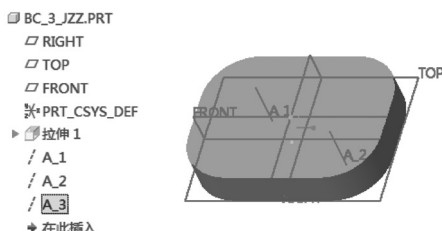

图 3-31 完成创建第 3 个基准轴
2) 单击  (基准轴) 按钮，从而快速创建基准轴“A_3”，如图 3-31 所示。